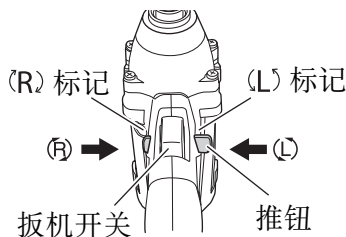

图 9
按推钮的 R (右) 侧，钻头便会顺时针（从后方看时）旋转；按推钮的 L (左) 侧则使钻头逆时针旋转。（请参照图 9）。（机身上标有 (L) 和 (R) 标记。）